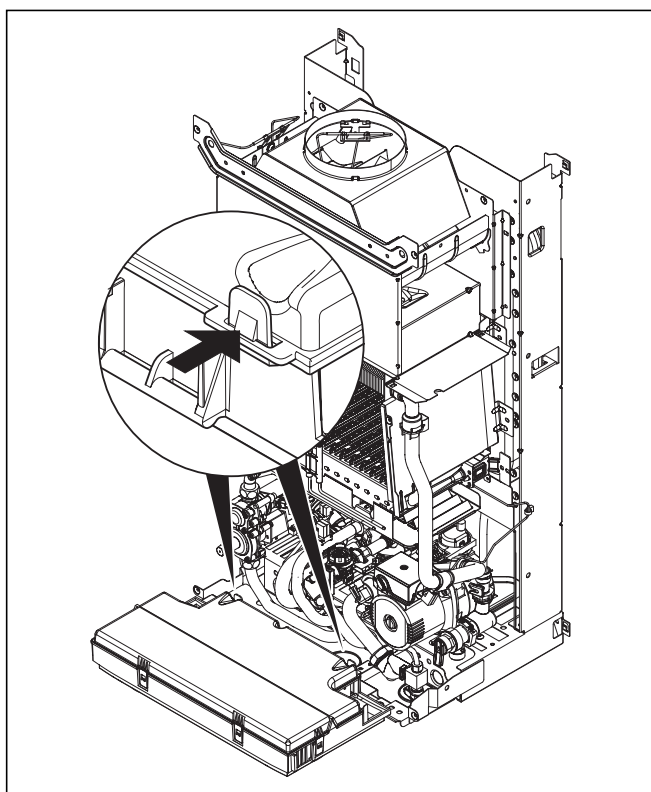

Рис. 5.6 Открывание задней стенки распределительной коробки
- Проложите сетевой кабель до уровня подключения системы в распределительной коробке, как изображено на рис. 5.6 и 5.7.
- Подсоедините сетевой провод к предусмотренным для него клеммам \oplus , N и L системы ProE (см. рис. 5.6 и 5.7).